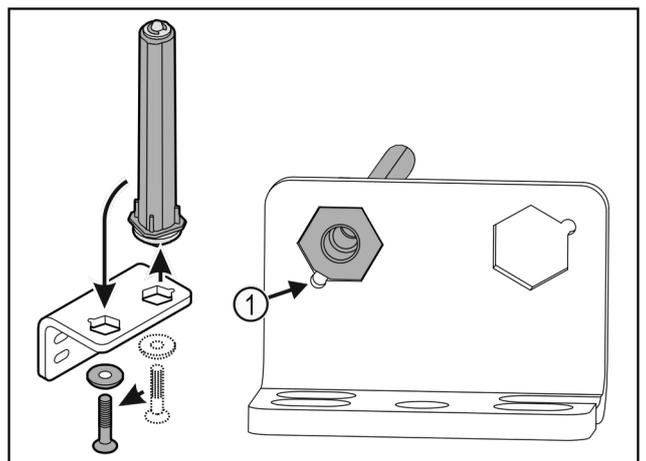

Fig. 37
uDarauf achten, dass beim Einsetzen die Bolzenabschrägung Fig. 37 (1) zum runden Loch zeigt.